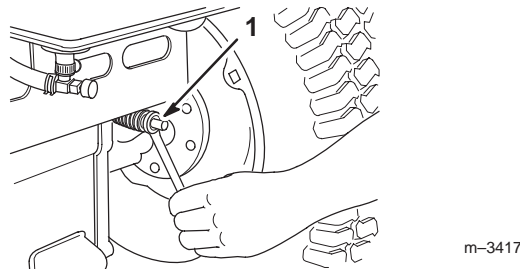

Figure 43
3. Vissez l'écrou de réglage à l'arrière du tracteur (Fig. 43) de façon à obtenir une course libre de 51 mm.